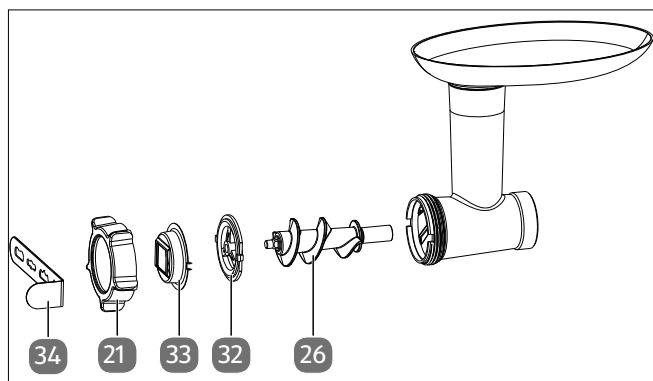

Fig. 17 – Accessori per preparazione di biscotti
- Per la realizzazione di biscotti con l’impasto per biscotti, montare in sequenza il supporto e la trafila per biscotti nonché la guida elicoidale per trafila per biscotti come mostrato (vedere Fig. 17).